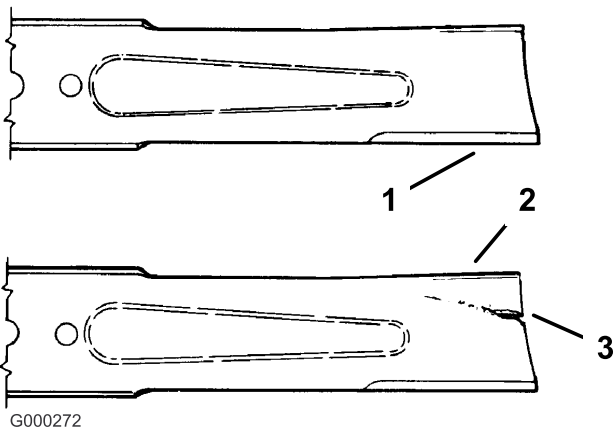

Figure 46
1. Examinez le tranchant des lames (Figure 46). Si les lames ne sont pas tranchantes ou si elles présentent des indentations, déposez-les et aiguisiez-les (voir Aiguisage des lames).
- Inspectez les lames, surtout la partie incurvée (Figure 46). Remplacez immédiatement toute lame usée, endommagée ou qui présente une entaille (repère 3 de la Figure 46).